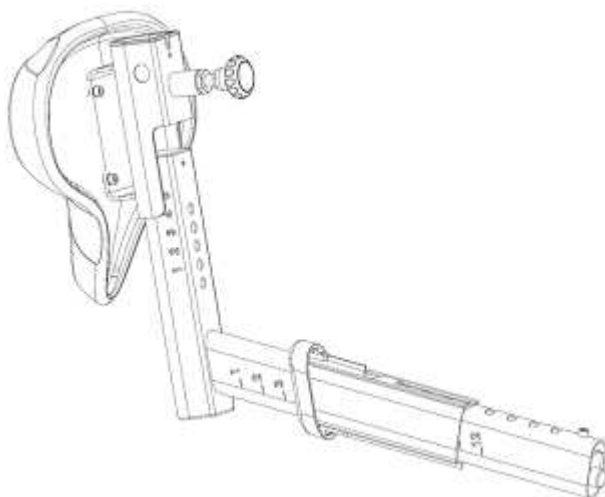

Рис. 17
17. Установите седло (Рис. 17) на седлодержатель, вставив седлодержатель в паз седла и оттянув стержень-фиксатор под ползком.